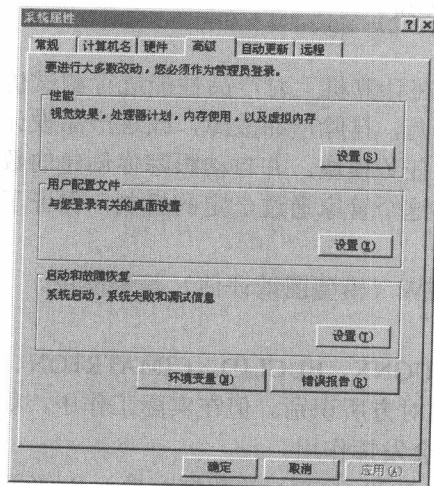

图 1-2 【系统属性】对话框
① 设置系统环境变量
(1) 在桌面上用鼠标右键单击【我的电脑】, 在出现的快捷菜单中选择【属性】命令, 弹出【系统属性】对话框, 选择【高级】选项卡, 如图 1-2 所示。